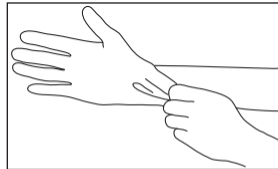

Fig. 6
1) Por razões de segurança e para minimizar o risco de infeção, use sempre luvas de proteção, uma máscara e óculos de proteção (Fig. 6).